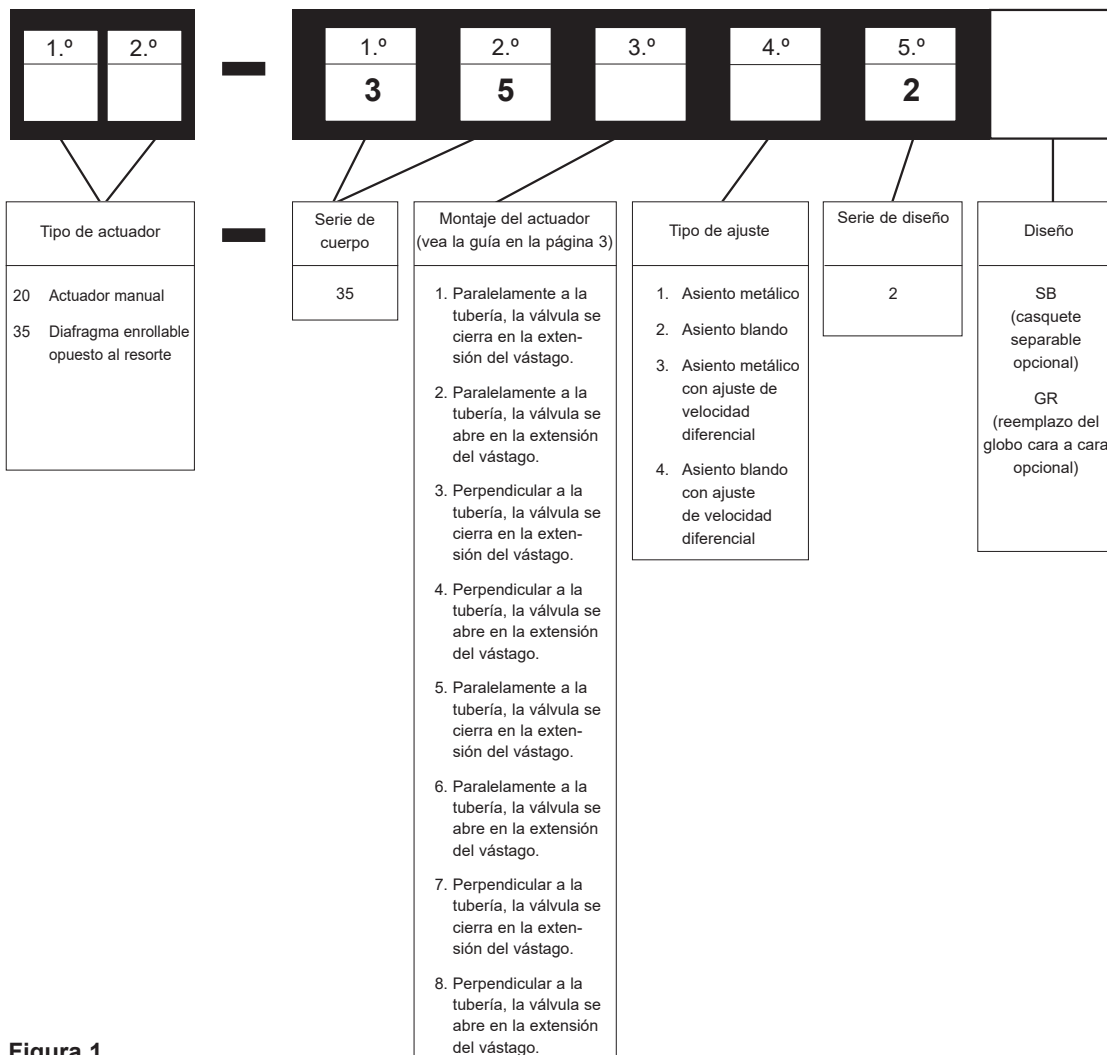

Figura 1
Estas instrucciones de instalación y mantenimiento se aplican a tamaños de 1" a 12" (tamaños DN 25 a 300), todas las clasificaciones disponibles, y actuadores neumáticos. El número de modelo, el tamaño y la clasificación de la válvula se muestran en la placa de serie. Consulte la Figura 1 para identificar el modelo de válvula.
- A. Verifique el número de modelo en la placa de serie (56) y compare con el sistema de numeración descrito en la Figura 1 para determinar el modo de válvula.